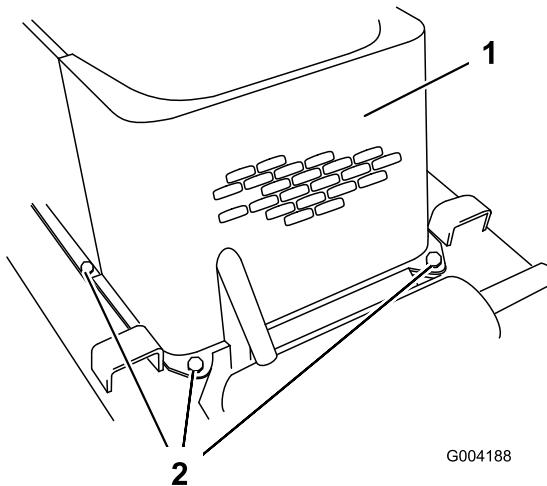

Figure 32
- Retirez les 4 boulons qui fixent le panneau avant au cadre (Figure 32).